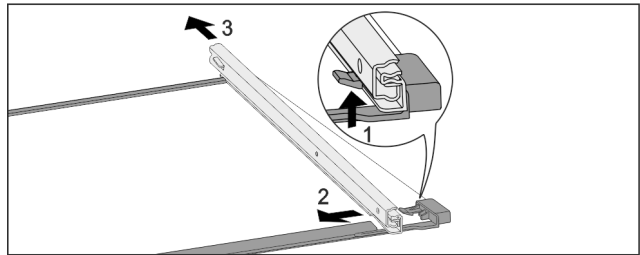

Fig. 172 Glasplaat met rails
- ▶ Voorste vergrendelhaak naar boven duwen. Fig. 172 (1)
- ▶ Uitschuifrail naar de zijkant Fig. 172 (2) en naar achteren Fig. 172 (3) wegschuiven.